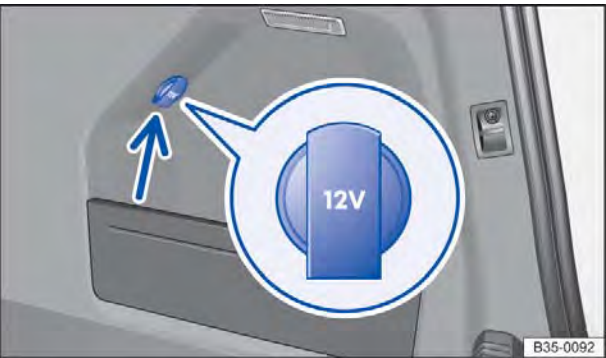

Fig. 127 No compartimento de bagagem: tomada 12 V.
- No compartimento de bagagem  Fig. 127 (se- ta pequena).